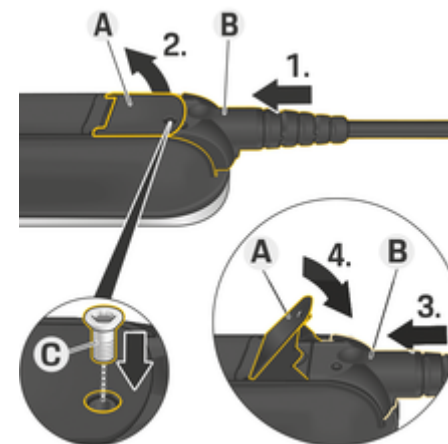

Fig. 29: Fixation du câble et blocage du connecteur
- ✓ Le levier **A** (Fig. 29) est fermé.
1. Insérez le connecteur **B** (Fig. 29) dans l'unité de commande, jusqu'au premier point de résistance.
5. Fixez le connecteur **B** à l'unité de commande à l'aide de la vis **C** (Fig. 29).